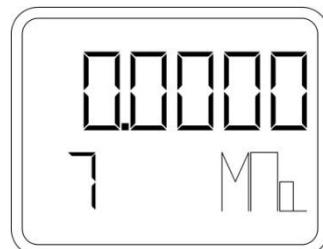

Рисунок 25 – Установка нуля
- При помощи кнопки «M» зайти в пункт меню 7 (рисунок 25).